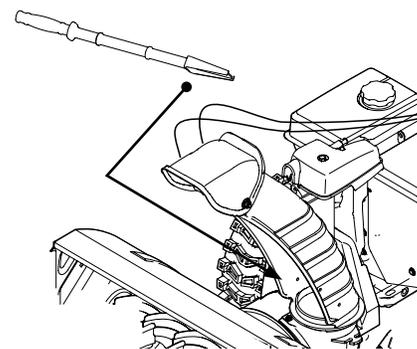

Figure 3-16
4. Utilisez le côté en forme de pelle de l'outil de dégagement pour déplacer et retirer la neige et la glace accumulées à l'intérieur et autour de la goulotte. Utilisez toujours l'outil de dégagement de la goulotte (n° 931-2643) jamais vos mains. Consultez le document Pièces et garantie pour commander l'outil de dégagement de la goulotte. Voir Figure 3-16.